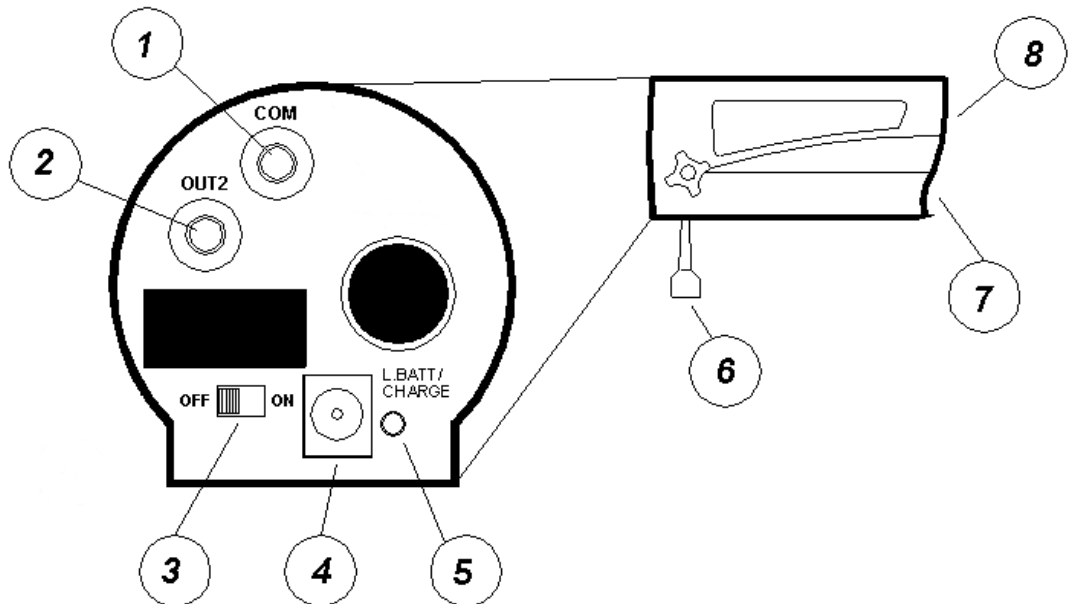

Figure 1
- tension de recharge: tension appliquée au jack de recharge (voir Figure 1 n°6). La tension doit être comprise entre 8 V et 13 V (il est vivement déconseillé d'utiliser des tensions supérieures à 13 V; en effet, avec de telles tensions, un élément de protection (varistor) interrompra le circuit d'alimentation. Le circuit repartira une fois que les conditions de tension seront revenues aux valeurs opératives.
Dans le cas où l'on souhaiterait recharger tout de suite les accumulateurs sans procéder au préalable à leur décharge, il suffit de positionner le déviateur (Figure 1 n° 5) sur ON pendant un court instant et revenir ensuite rapidement sur OFF. Dans ce cas, le programme de gestion de la recharge n'effectuera pas la décharge des batteries au préalable (pas 3 et 4).